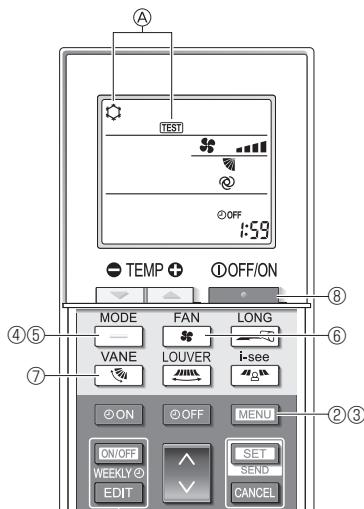

Fig. 8-5
- ① Attivare l'alimentazione almeno 12 ore prima della prova di funzionamento.
- ② Premere il pulsante **[MENU]** per 5 secondi. (Fig. 8-5)
- ③ Premere il pulsante **[MENU]**.
Vengono visualizzati ④ [TEST] e il modo operativo in corso. (Fig. 8-5)
- ④ Premere il pulsante **[—]** per attivare il modo raffreddamento e controllare poi se l'aria fredda viene soffiata dall'unità.
- ⑤ Premere il pulsante **[—]** per attivare il modo riscaldamento e controllare se l'aria riscaldata viene soffiata dall'unità.
- ⑥ Premere il pulsante **[VENT]** e verificare se la velocità del ventilatore cambia.
- ⑦ Premere il tasto **[VENT]** e controllare se il deflettore automatico si muove correttamente.
- ⑧ Premere il pulsante **[■]** per arrestare la prova di funzionamento.